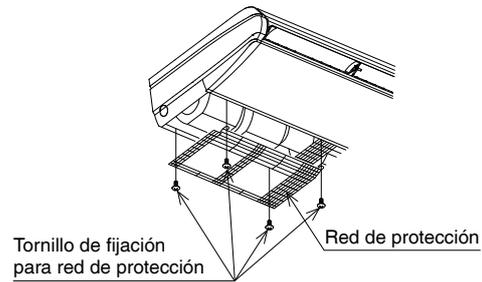
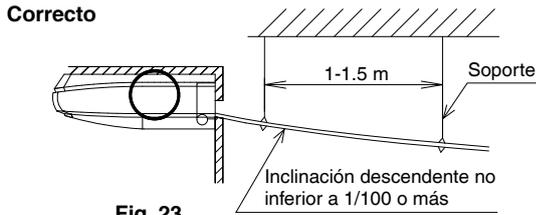

Fig. 22
Fig. 23
Después de instalar la manguera de desagüe (1) (accesorio), coloque la red de protección al invertir los pasos para retirarla. **(Consulte la Fig. 22)**
- Seleccione un diámetro de tubería equivalente o superior al de la manguera de desagüe (1) (accesorio) (tubería de cloruro polivinílico, diámetro nominal de 20 mm, diámetro exterior de 26 mm).
- Instale la tubería de desagüe tan corta como sea posible con inclinación descendente de 1/100 o más para prevenir estancamiento de aire. **(Consulte la Fig. 23 y 24)** (Puede causar ruido anormal como burbujeo).
- Instale los soportes a una distancia de entre 1 y 1.5 m para que la tubería no se flexione. **(Consulte la Fig. 23)**